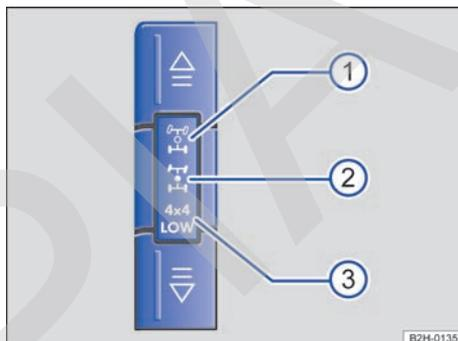

Fig. 138 En la consola central: teclas para conectar y desconectar la tracción total.
En los vehículos con tracción total conectable, en el estado inicial siempre está activa la tracción trasera. La tracción total se conecta manualmente en dos niveles mediante las teclas de la consola central → fig. 138.
enciende el símbolo → fig. 138 ① en la consola central. La utilización de la tracción total (se enciende el símbolo → fig. 138 ②) o la tracción total con etapa reductora (se enciende el símbolo → fig. 138 ③) por carreteras secas de piso firme en lugar de la tracción trasera ocasiona un mayor consumo de combustible y un mayor desgaste de los neumáticos → ④.
- Pulse una vez la tecla .  parpadea durante algunos segundos en el cuadro de instrumentos. La tracción total (4X4 HIGH) está conectada cuando el testigo de control  → fig. 138 ② permanece encendido en el cuadro de instrumentos y en la consola central.
- Pulse de nuevo la tecla  con el motor en marcha y la tracción total (4X4 HIGH) conectada. 4X4 LOW parpadea durante algunos segundos en el cuadro de instrumentos. La tracción total con etapa reductora (4X4 LOW) está conectada cuando 4X4 LOW → fig. 138 ③ permanece encendido en el cuadro de instrumentos y en la consola central.